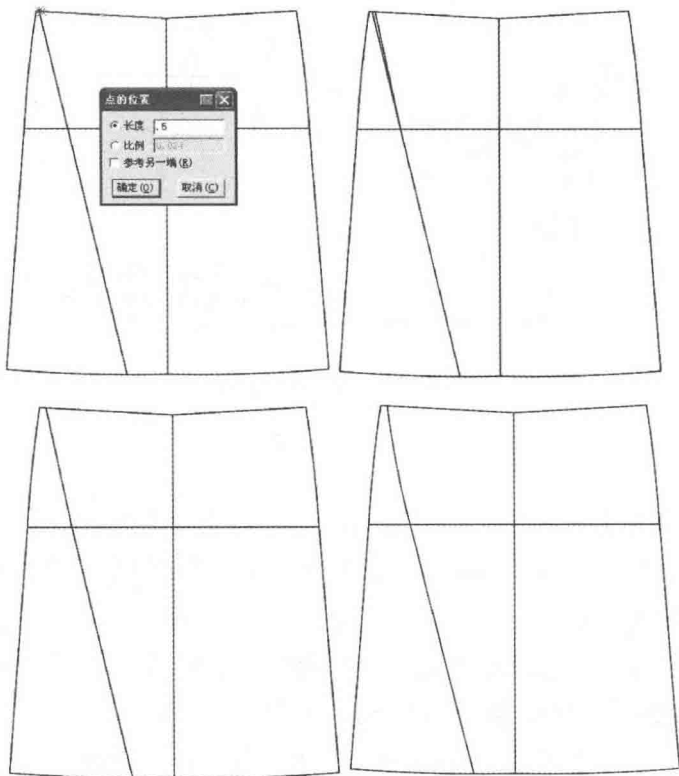

图6-46 画分割线步骤2
②选择  【智能笔】工具在腰口线上画 0.5cm 的省，并用  【调整】工具把刚才画好的分割线上段部分调顺（图 6-46）。